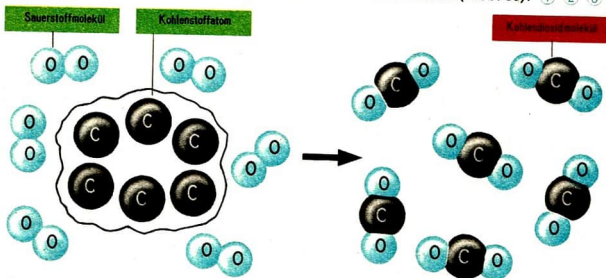

Abb. 30 Chemische Reaktion von Sauerstoff mit Kohlenstoff (Modell)
Viele Vorgänge in der Natur lassen sich mit Hilfe der Kenntnisse über Teilchen beschreiben und erklären. Zur Erklärung der Aggregatzustandsänderung im Physikunterricht ist diese Betrachtungsweise benutzt worden. Auch chemische Reaktionen lassen sich genauer beschreiben, wenn man die Art der beteiligten Teilchen kennt. Bei der Oxydation des Kohlenstoffes reagieren beispielsweise Kohlenstoffatome mit Sauerstoffmolekülen unter Bildung von Kohlendioxidmolekülen (Abb. 30). ① ② ③
Wähle dazu jeweils ein Beispiel! Benutze für die Erläuterung der chemischen Reaktion Abbildung 30!